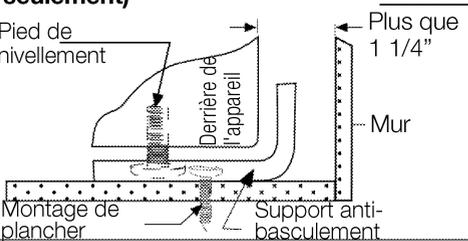

Fig. 3
1. Le dispositif anti-basculement doit être attaché au mur arrière ou le plancher tel que démontré sur la figure 3.